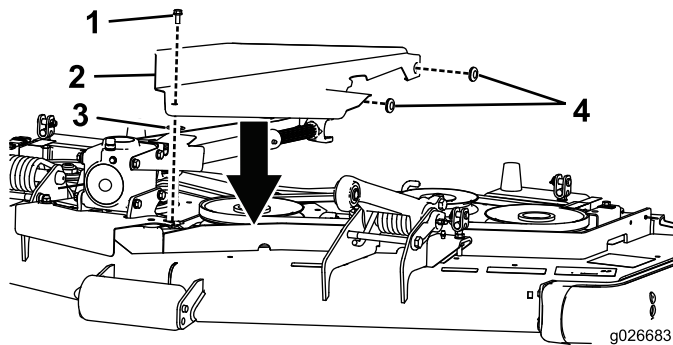

Bild 9
1. Legen Sie eine Scheibe in jedes Loch in der Seite der inneren Abdeckung (Bild 9).
2. Befestigen Sie die Sechskantbundschaube und die Steckmutter an der inneren Abdeckung (Bild 9).
3. Haken Sie die Seite der inneren Abdeckung über die Mähwerkstifte und befestigen Sie gleichzeitig das andere Ende der Abdeckung mit der vorher angebrachten Sechskantbundschaube an der Befestigungsmutter im Riemenscheiben-Schutzblech (Bild 9).